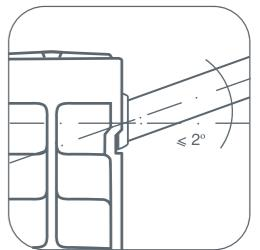

рис. 5
**!** Во избежании аварии допустимо отклонение оси коллектора радиатора от подводящих труб не более 2° (рис. 5).